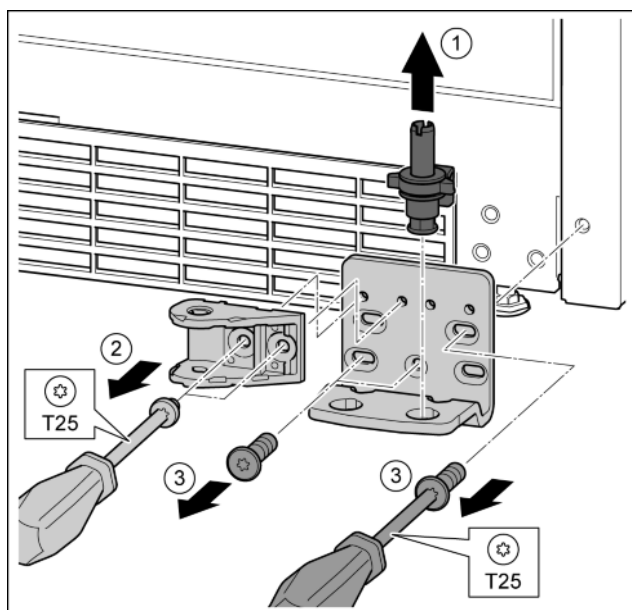

Fig. 30
- ▶ Опорний гвинт цілком витягніть рухом вгору. *Fig. 30 (1)*
- ▶ Викрутіть гвинти за допомогою викрутки T25 та зніміть з'єднувальний елемент демфера. *Fig. 30 (2)*
- ▶ Викрутіть гвинти за допомогою викрутки T25 та зніміть опорний кронштейн. *Fig. 30 (3)*